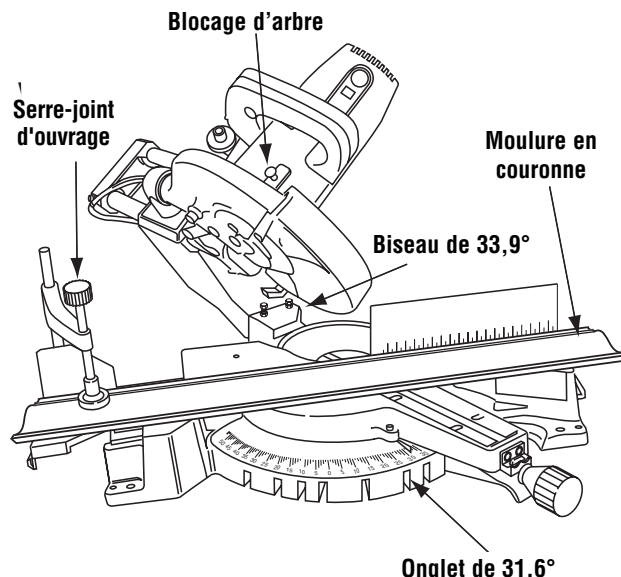

Figure 34. Moulure en couronne reposant à plat
1. Réglez les angles de biseau et d'onglet à l'aide du Tableau 1 ci-après. Serrez le bouton de blocage d'onglet et la poignée de blocage de biseau (Figure 34).